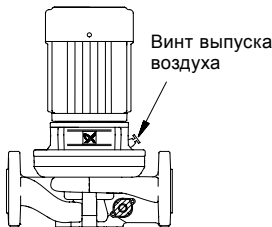

Рис. 9
1. Закрывать задвижку на стороне нагнетания насоса и открыть винт воздухоотводчика в промежуточном корпусе насоса, как показано на рис. 9.
- Отвернуть винт выпуска воздуха, как показано на рис. 9.
- При пуске из насоса нужно удалить воздух, ослабив для этого расположенный в промежуточном корпусе насоса винт выпуска воздуха до тех пор, пока из отверстия для выпуска воздуха не потечет рабочая жидкость, как показано на рис. 9.